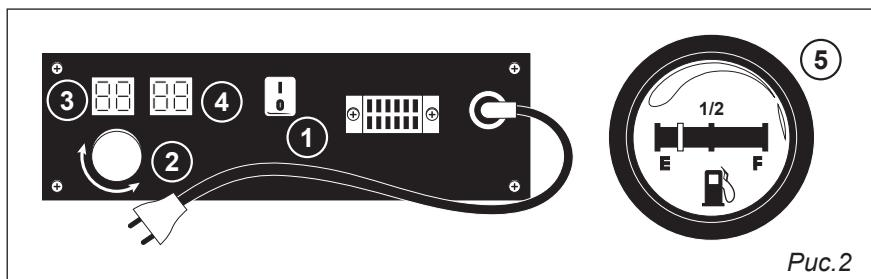

Рис.2
Основные элементы и части газонокосилки представлены на рис. 2.
4.2. Органы управления и индикаторы работы, рис. 2
Прикрутите плиту компрессора в последовательности, указанной на рис. 2 (двигатель при этом должен быть выключен).